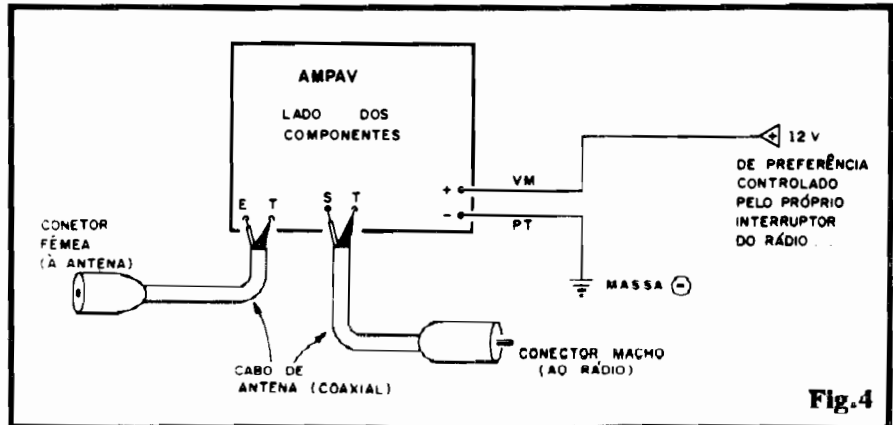
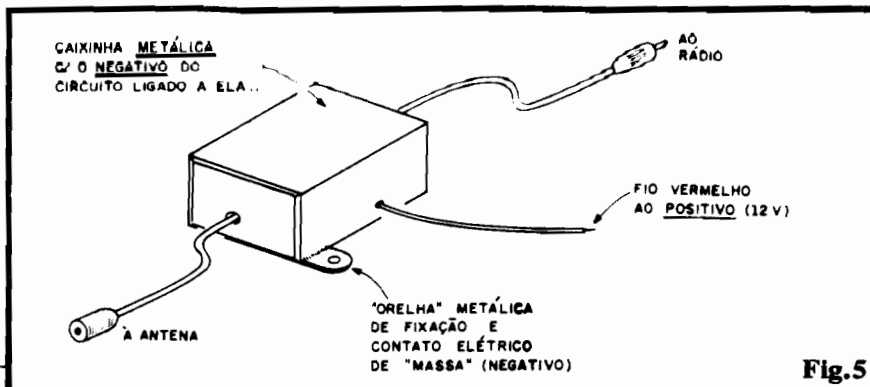

Fig. 4
Fig.5
- FIG. 4 - CONEXÕES EXTERNAS À PLACA - São muito simples as ligações e contatos externos à placa do AMPAV, conforme detalha a figura, que mostra ainda a face não cobreada do Impresso (só que agora "visualmente livre" dos componentes, já demonstrados na figura anterior, para não "embananar" a interpretação...). Os pontos fundamentais restringem-se à perfeita polarização de todas as ligações... A entrada de alimentação deve ser cuidadosamente demarcada, usando-se cabo **vermelho** para o positivo, e **preto** para o **negativo** ("terra" ou massa...), conforme é convencional. As conexões de sinal (Entrada e Saída) devem ser feitas com o cabo coaxial próprio, lembrando sempre que aos pontos "T" são ligadas as "malhas" dos cabos, enquanto que os condutores "vivos" (internos aos cabos, isolados da "malha") vão, respectivamente, aos pontos "E" e "S"... Na terminação dos ditos cabos coaxiais, devem ser aplicados conectores apropriados, sendo um "fêmea" (jaque) no cabo de
- FIG. 5 - CAIXA E INSTALAÇÃO - Não é conveniente que a plaquinha do circuito fique "ao Deus dará"... É quase que obrigatória a sua inserção num pequeno container metálico (as dimensões mínimas estão no item "OPCIONAIS/DIVERSOS" da LISTA DE PEÇAS...). Se o fio preto (negativo) da alimentação (ver fig. 4) for internamente conectado, por solda, ao próprio corpo metálico da caixinha, e se esta for dotada de uma lapela ou "orelha" furada de fixação, será através dessa fixação que o negativo da alimentação encontrará seu "percurso" elétrico, sem problemas,